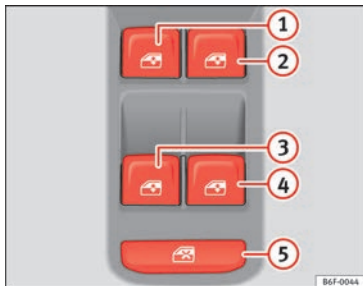

Abb. 145 Ausschnitt aus der Fahrertür: Bedienelemente für vordere und hintere Fenster.
Mit dem Sicherheitsschalter »» **Abb. 145**  in der Fahrertür können die Fensterheber-Tasten in den hinteren Türen außer Funktion gesetzt werden.
Die Tasten »» **Abb. 145** ①, ②, ③ und ④ verfügen über jeweils zwei Stufen zum Öffnen und zum Schließen der Fenster. Dadurch ist es einfacher, die Öffnungs- und Schließvorgänge zu kontrollieren.